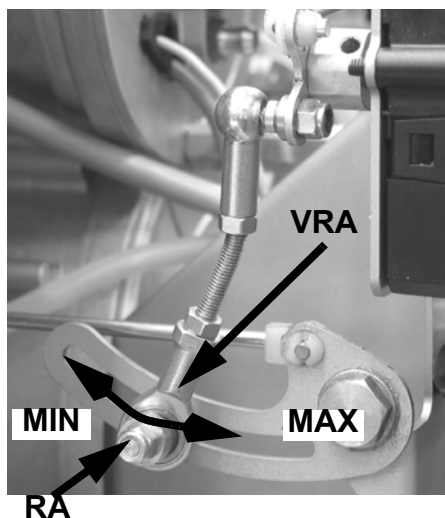

Fig. 14
- 13 Reglarea aerului necesar trebuie sa fie realizata prin intermediul servocomenzii. Rotatia servocomenzii trebuie sa fie egala cu 90° (pag.23). Deschiderea clapetei de aer pentru stadiul de flacara inalta este impus de reglarea camei pe Fig.14. Pentru a regla debitul de aer slabiti piulita **RA** (Fig. 14) si deplasati bratul **VRA** prin canal asa cum este aratat in Fig. 14 , pentru a creste sau descreste debitul de aer pana cand se obtine debitul dorit ; strangeti apoi piulita **RA** in aceasta noua pozitie.